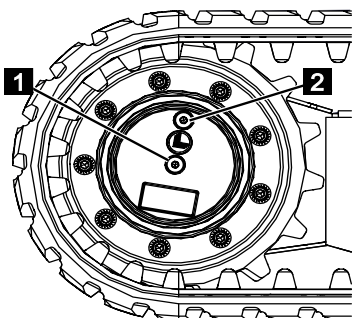

Fig. 251
4. Dévisser les raccords vissés (Fig.251/1 et 2).